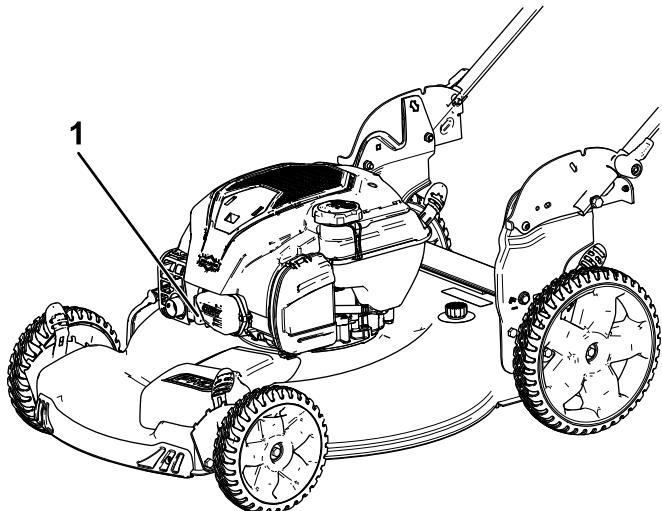

Figura 22
- Scollegate il cappellotto dalla candela (Figura 22).